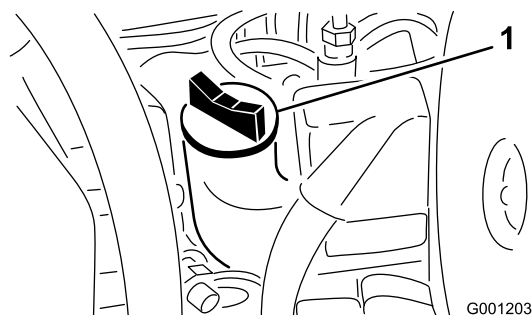

Figure 22
3. Si le niveau n'atteint pas le repère du plein, enlevez le bouchon de remplissage (Figure 22) et faites l'appoint jusqu'à ce que le niveau correct soit atteint. **Ne remplissez pas excessivement..**